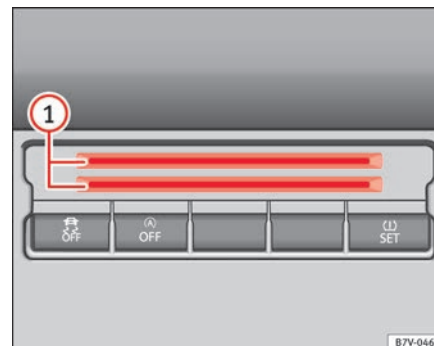

Fig. 106 Consola central, em baixo: compartimento para cartões.
Na parte inferior da consola central existe um compartimento ⇒ Fig. 106 ① para colocar moedas, cartões, talões de estacionamento ou similares.